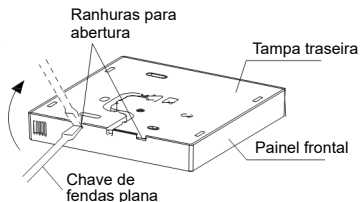

Fig. 3-2
- Inserir uma chave de fendas plana nas ranhuras da parte inferior do controlo com fios (2 lugares) e retirar a parte superior do controlo com fios. Fig.3-2